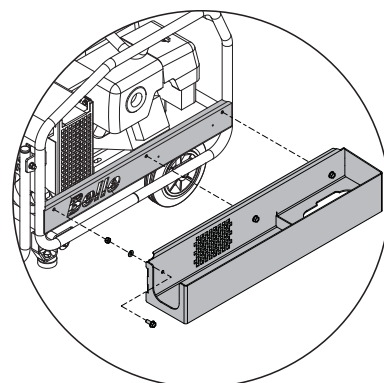

Abb. 5
1. Richten Sie die 3 Löcher auf der Seite des Werkzeugträgers auf die 3 Löcher links auf dem Seitenschutz aus. Befestigen Sie den Werkzeugträger mithilfe der im Bausatz bereitgestellten 3 M8-Schrauben, Muttern und Unterlegscheiben. Mit 28 Nm festziehen (**siehe Abb. 5**).